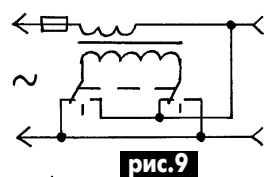

рис.9
6. В [1] описаны автотрансформаторы со ступенчатым регулированием выходного напряжения. Для питания маломощной нагрузки (испытано до 100 Вт) можно использовать схему, показанную на рис.9, которая отличается от описанной в [1] отсутствием пропадания тока в момент переключения режимов работы, возможностью использования менее мощного переключателя, наличием режима "норма" (при среднем положении переключателя).